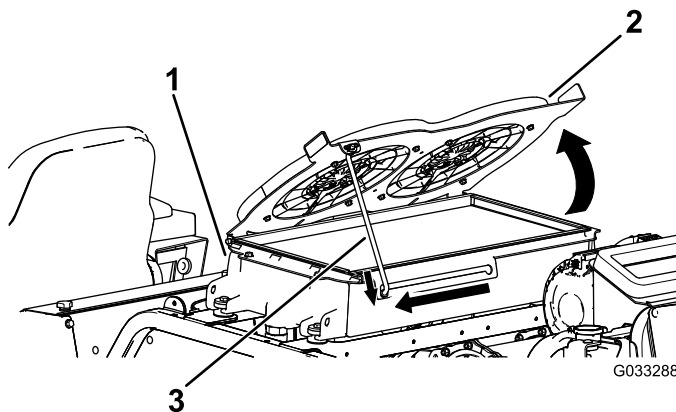

Figure 119
2. Faites pivoter les ventilateurs de refroidissement hydrauliques vers le haut et calez la béquille dans le cran (Figure 119).